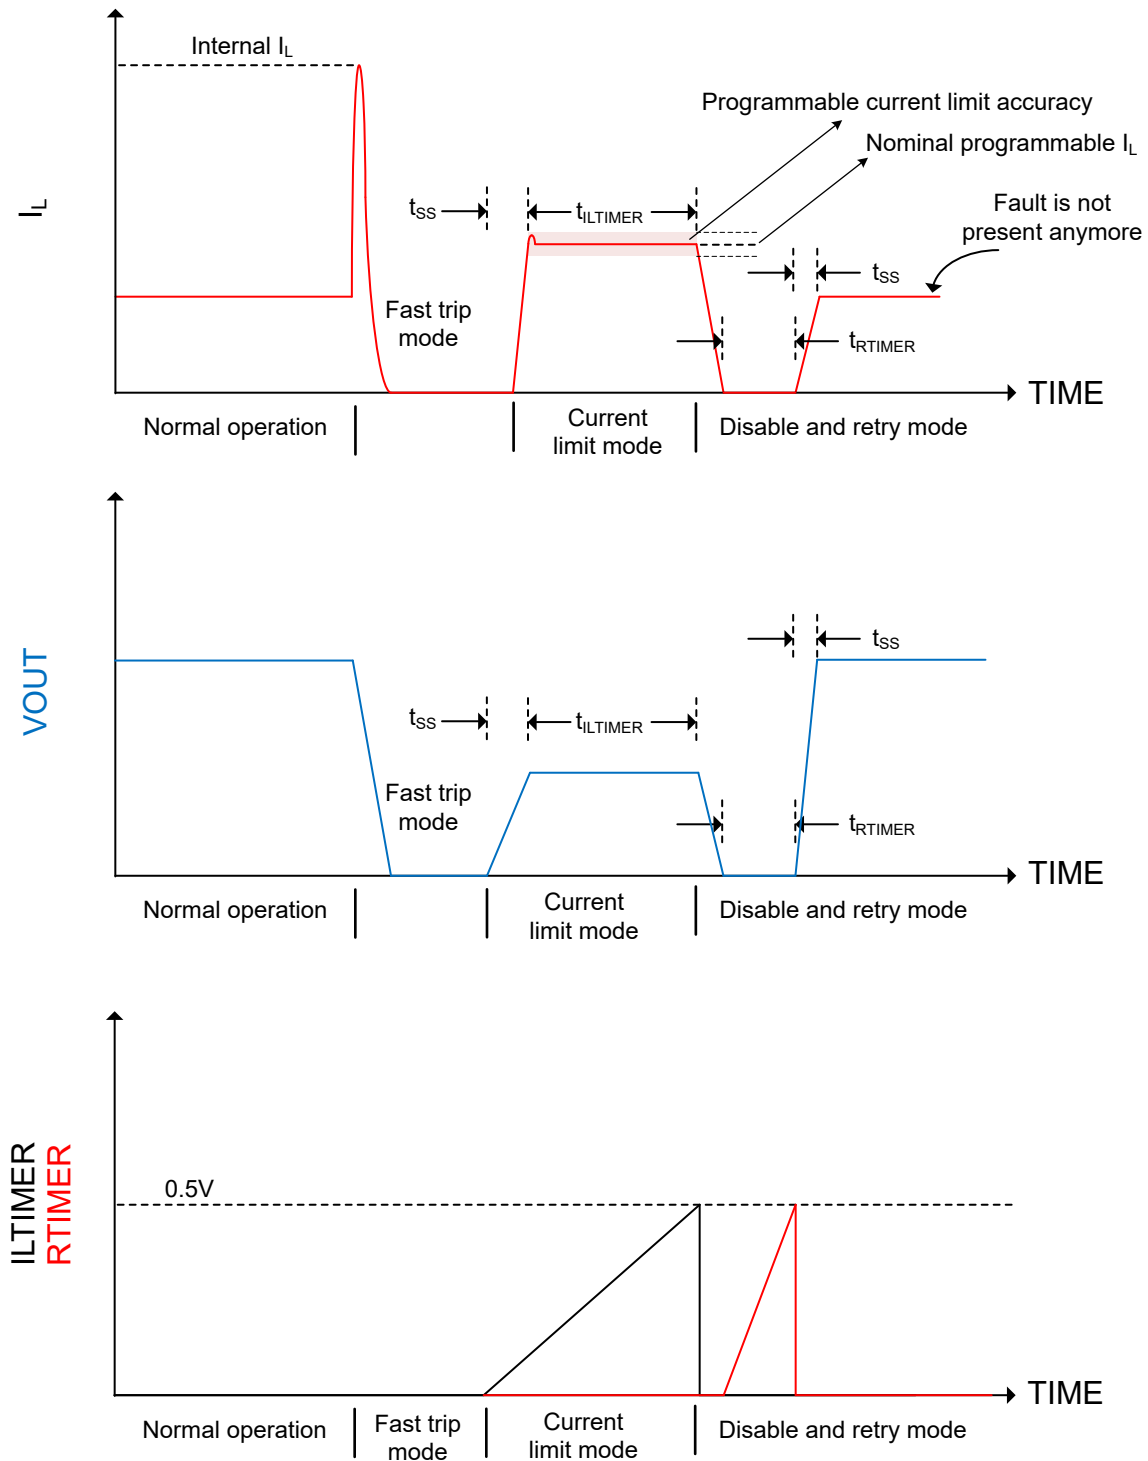

图 8-4. 硬短路可编程故障计时器运行（电容器连接到 ILTIMER 和 RTIMER 引脚）
该可编程电流限制功能不同于在快速跳变模式下激活的内部电流限制，如图 8-4 所示。在这种情况下，电流限制事件定义为硬短路，并且无法对该电流限制（典型值为 22A）进行编程。
- 图 8-4：使用电流限制计时器和重试计时器的单次硬短路事件。
硬短路（其中快速电流限制在可编程电流限制有时间响应之前响应）时，ILTIMER 和 RTIMER 引脚的行为如图 8-4 所示。在该图中，假定在开关禁用并再次启用（重试模式）后故障不存在。如果重试模式后故障存在，器件将进入电流限制模式，并且此循环会一直重复进行直到故障不再存在。